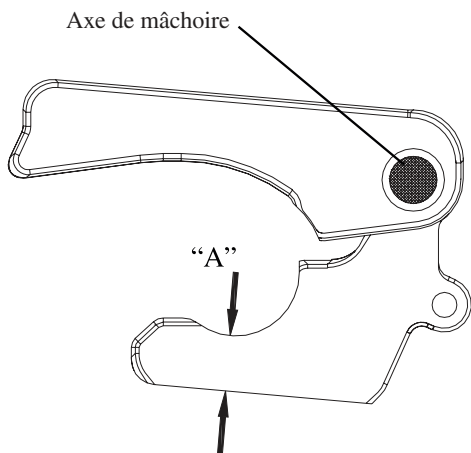

Figure 12. Emplacement du pivot de la mâchoire
3. Vérifier l'état d'usure de la sellette. Si la cote "A" (voir Figure 12) est inférieure à 20,25 mm, il faut utiliser le kit de mâchoire de rechange.
L'axe de mâchoire (voir figure 12) n'est qu'un pivot. Il est conçu pour être plus petit que l'orifice de la mâchoire. Ce dégagement permet à la mâchoire d'être toujours en contact total avec le pivot d'attelage.
Si la mâchoire est minorée (cote "A", figure 12), et est inférieure à 20,25 mm, il faut utiliser un nouveau kit de mâchoire.